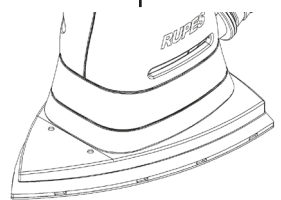

fig. 1
- Posizionare il disco di levigatura (9) al centro;
- Stringere la vite di fissaggio del disco di levigatura (7) (Fig. 1);
- Per lo smontaggio svitare le viti di fissaggio del disco (7).